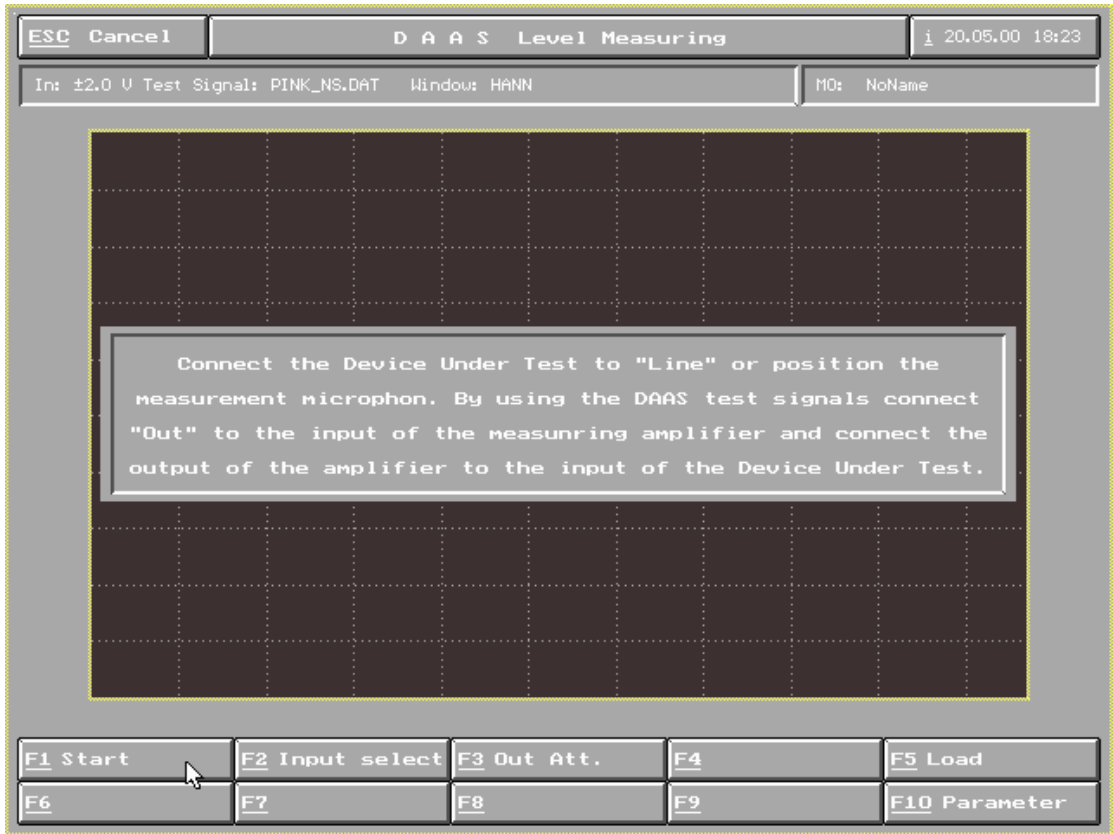

图 44
- 2) 在图 44 界面中：
- 3) 按图 44 中界面中 F1 Start 开始测试声压